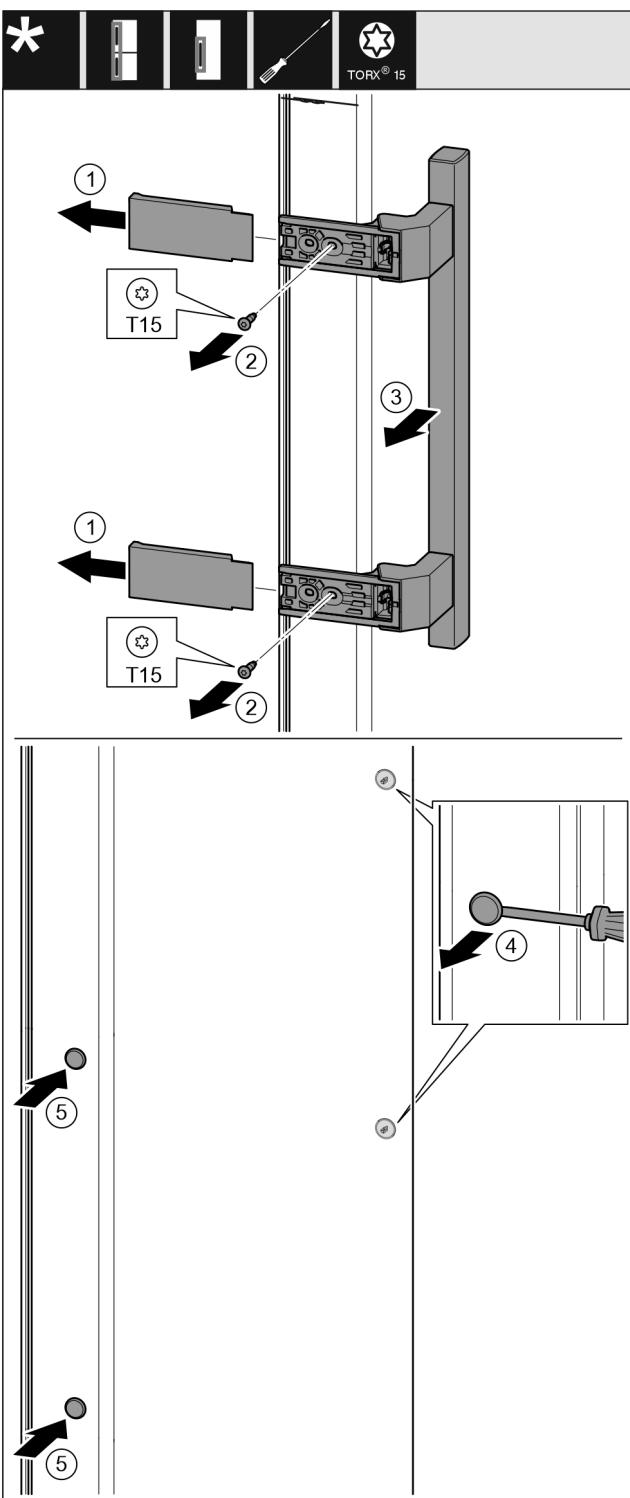

Fig. 14
- Skinite pokrov. Fig. 14 (1)
- Odvrnite vijke odvijačem Torx 15. Fig. 14 (2)
- Skinite ručku. Fig. 14 (3)
- Oprezno podignite i izvucite bočni čep s pomoću križnog odvijača. Fig. 14 (4)
- Ponovno umetnite čep na drugoj strani. Fig. 14 (5)